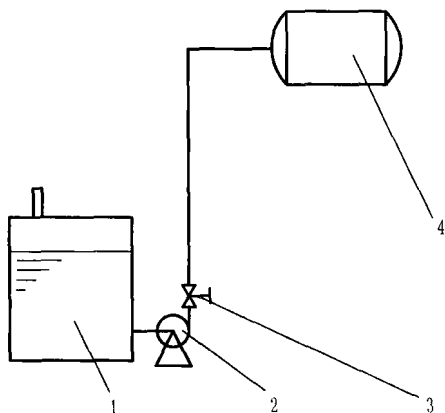

图 1-5 乙醇从低位贮槽中用泵送至高位贮罐示意图
10. 在 20°C 下将浓度 95% 的乙醇从低位贮槽中用泵送至高位贮罐中, 见图 1-5。泵入口管路为 $\phi 70 \times 2.5\text{mm}$ 的新无缝钢管 1m, 泵出口管路由 $\phi 57 \times 3.5\text{mm}$ 的新无缝钢管 29m、一个全开的截止阀和一个 90° 标准弯头组成。管路入口在低位贮槽液面以下 2m, 低位贮槽内液面恒定, 液体表面压力为大气压力, 管路出口在低位贮槽液面以上 25m, 出口表压力为 20kPa, 若流量维持在 $10\text{m}^3/\text{h}$, 求泵需提供的功率。(20°C 浓度为 95% 乙醇的密度 $\rho = 804\text{kg}/\text{m}^3$, $\mu = 1.4 \times 10^{-3}\text{Pa}\cdot\text{s}$)